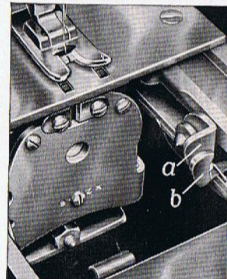

Abbildung 9
13. Aus- und Einschalten des Stoffschiebers (Abb. 9)